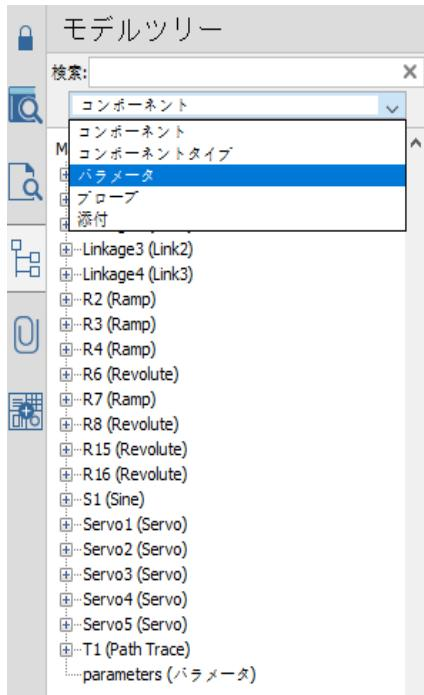

図2.1 モデルツリーの [コンポーネント] ビュー
- **[コンポーネント]:** このビューでは、コンポーネントやサブシステムの名前順にモデルツリービューを表示します。コンポーネントやサブシステムのノードは、名前に続いて型で識別されます(図2.1 「モデルツリーの [コンポーネント]